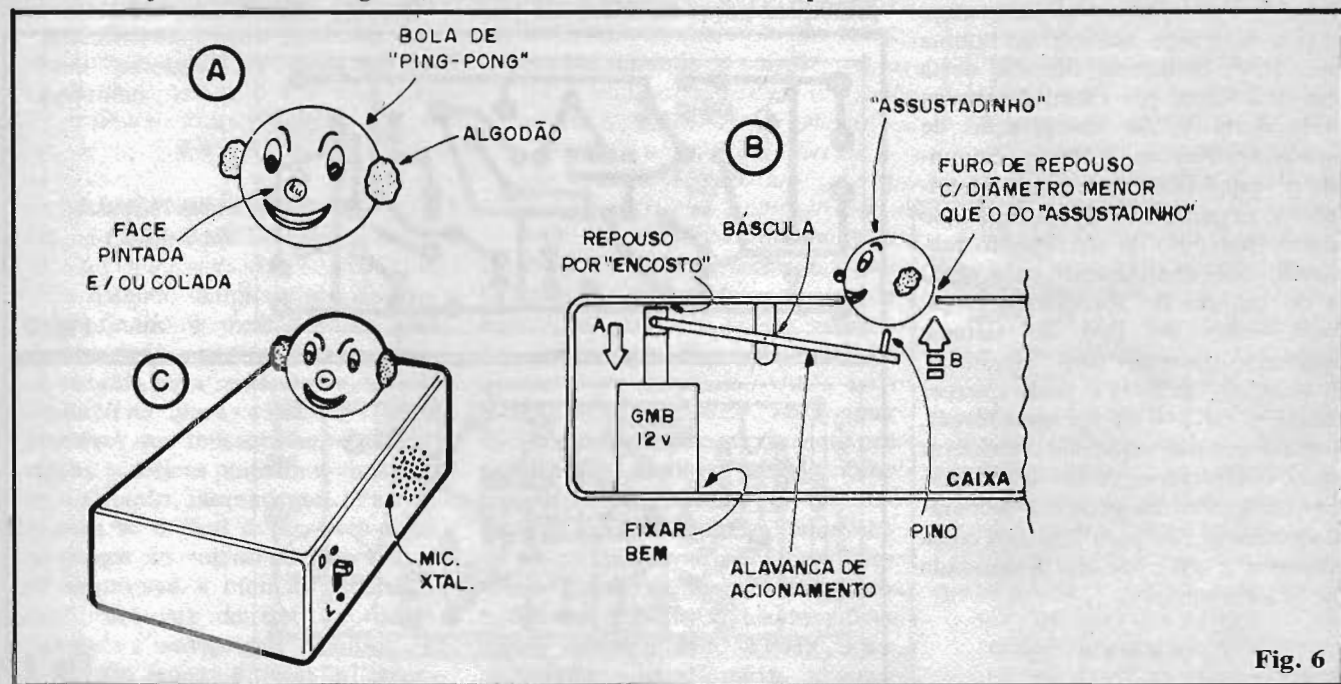

Fig. 6
- **FIG. 6-A** - O bonequinho (o próprio "ASSUSTADINHO"...), em sua mais simples concepção. Uma bolinha de tênis de mesa (ping-pong) é suficientemente leve para a função. Basta pintar ou decalcar "olhos, nariz e boca", artisticamente realizando um palhaquinho - por exemplo - simpático, já com "cara de assustado". O "nariz" pode ser proeminente (uma conta plástica vermelha "funcionará" direitinho...). Nas laterais da cabeça do palhacinho podem ser colados pequenos chumaços de algodão ou tecido, formando os "cabelinhos" do personagem... Lembrar sempre: tão importante quanto "ficar bonito" é... "ficar leve". Assim, não utilizar, no bonequinho e na sua "maquilagem", materiais pesados... Convém trabalhar sempre com um "miolo" formado pela bolinha de tênis de mesa ou uma pequena esfera de isopor, e os complementos em papel, tecido, algodão, etc.
- **FIG. 6-B** - Detalhamento mecânico de um dos métodos de lançar o bonequinho para cima, sob a ação momentânea do solenóide. Observe que tanto a alavanca de acionamento, quanto o pino que martelará a base do bonequinho, devem ser de materiais rijos e leves (madeira fina, plástico, alumínio, etc.). A posição do eixo/báscula deverá ser experimentada de modo a se conseguir a melhor relação força/curso, de modo que, quando o pino/cursor do solenóide realizar o brusco movimento "A", o "martelo", na outra extremidade da alavanca, execute o percurso "B", dando um "pontapé no rabo" do boneco, que assim será lançado para cima! Note ainda o "buraco de repouso" para o boneco, um simples furo redondo com diâmetro um pouco inferior ao do próprio "ASSUSTADINHO", localizado de modo que o pino acoplado à alavanca possa exercer sua ação em ponto rigidamente central, quando der a sua "martelada" para cima... Observe ainda a fixação do solenóide, bem como a determinação de curso dada pelo próprio "encosto" proporcionado pelas paredes internas da caixa (se for
- **FIG. 6-C** - "Por fora", o sistema mecânico sugerido na fig. 6-B poderá assumir o lay out mostrado. Uma caixa relativamente longa, tendo, na sua superfície frontal (tampa) o bonequinho repousando no respectivo furo e, lateralmente, o microfone de cristal e a chave interruptora... Notem, contudo, que esse é apenas um dos acabamentos possíveis, já que muitas variantes podem ser imaginadas pelo Leitor/Hobbysta, sem grandes problemas...